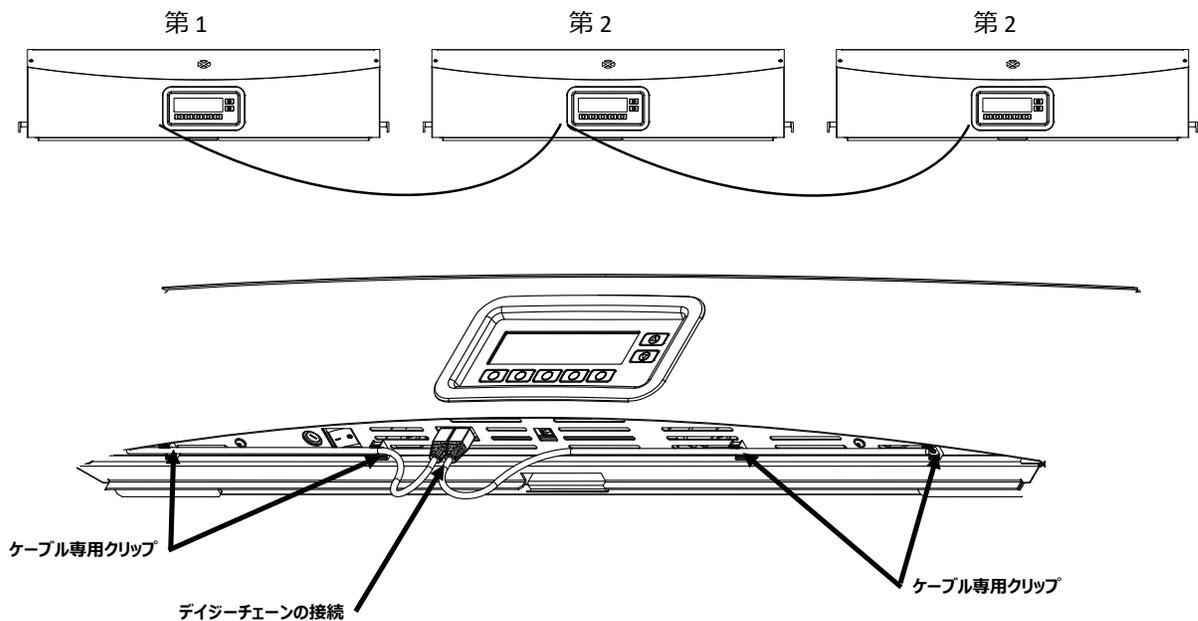

図 11： 光源装置のデジチェーンを接続
9. 光源装置のデジチェーンケーブルを、前方の光源装置の間に接続します。専用クリップでケーブルを固定します。（図 11 参照）